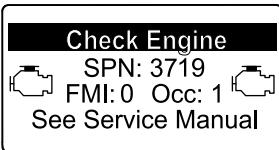

Figure 52
- Avertissement moteurSPN 3719, FMI 0 (Figure 52)